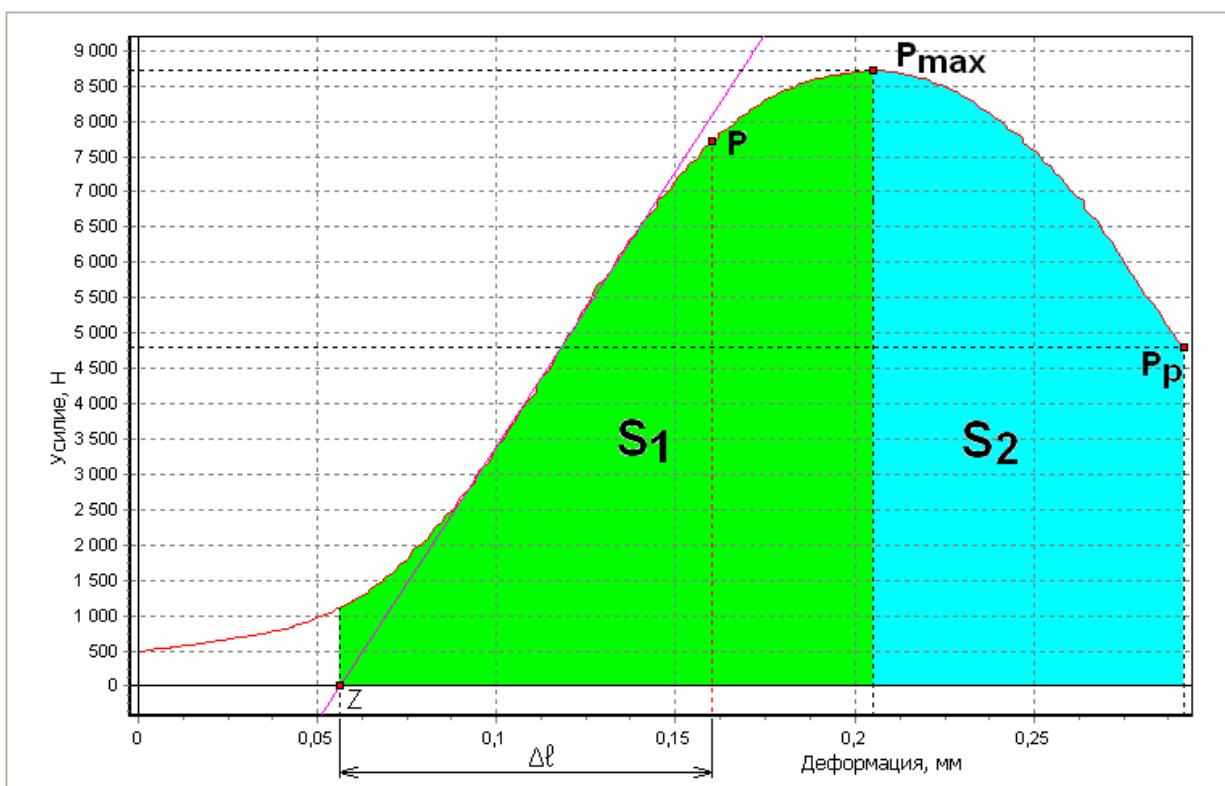

Рис. 20. Определение удлинения по полной деформации от точки  $Z$
- По полной деформации от точки Z (рис. 20);